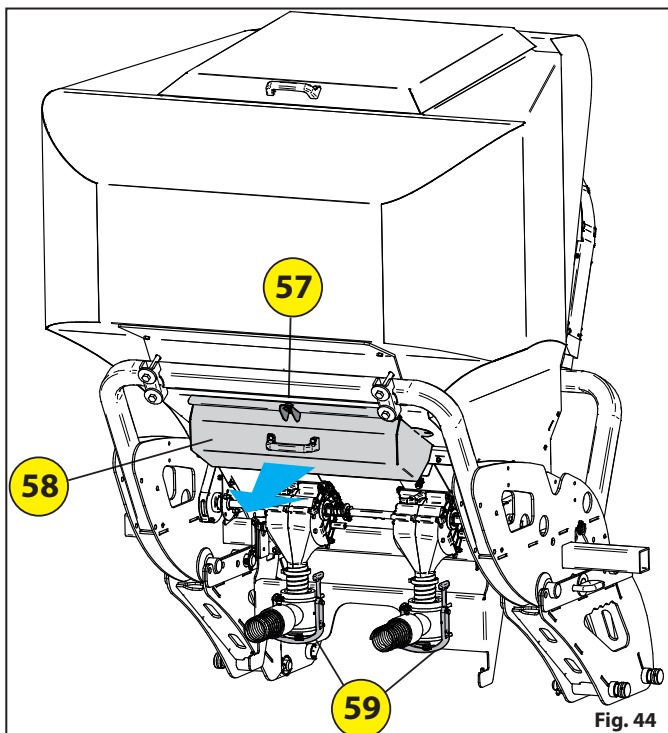

Fig. 44
- Przekręcić haczyk blokujący **57** aby móc wyciągnąć pojemnik do próby kręconej **58** « Fig. 44 ».
- Odczepić napinacze kauczukowe **59** « Fig. 44 ».